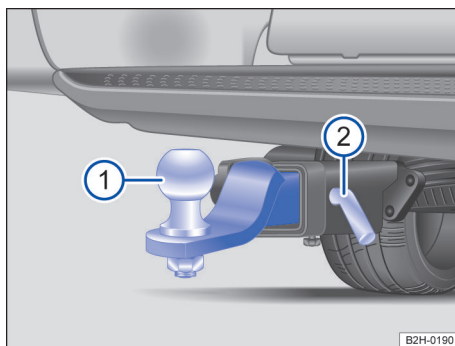

Fig. 145 Bajo el paragolpes trasero: montar el enganche para remolque.
- Empujar el enganche para remolque → fig. 145 ① hasta el tope en el alojamiento.
- Empujar el perno de cierre → fig. 145 ② en el alojamiento y bloquearlo con el perno de bloqueo → ⚠.